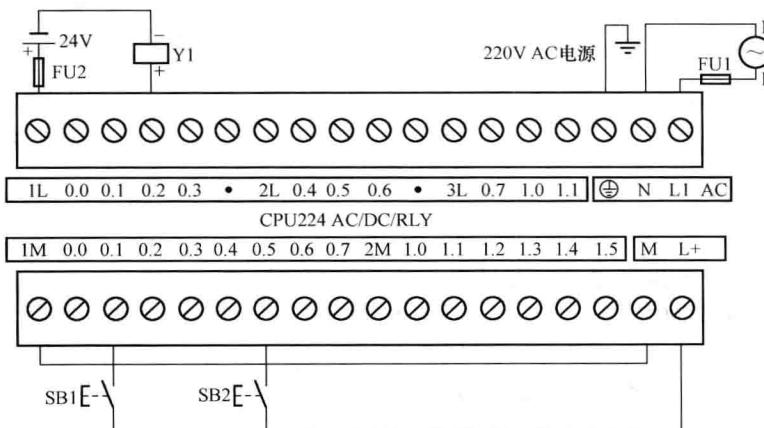

图 1-11 电磁阀自锁控制电路接线
电磁阀自锁控制电路接线如图 1-11 所示。PLC 为 CPU224 AC/DC/RLY，使用 220V AC 电源。输入端电源使用 CPU 模块输出的 24V DC 电源，输入公共端 1M 与 24V 电源负极 M 连接，
(1) 按图 1-11 连接电磁阀自锁控制线路。用 PC/PPI 电缆连接编程计算机与 PLC 的通信口。